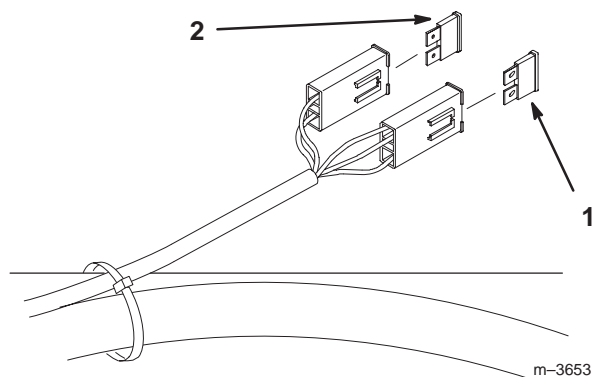

Figure 68
1. Soulevez le siège pour accéder au porte-fusibles (Fig. 68).
2. Pour remplacer un fusible, tirez dessus pour l'enlever (Fig. 68)